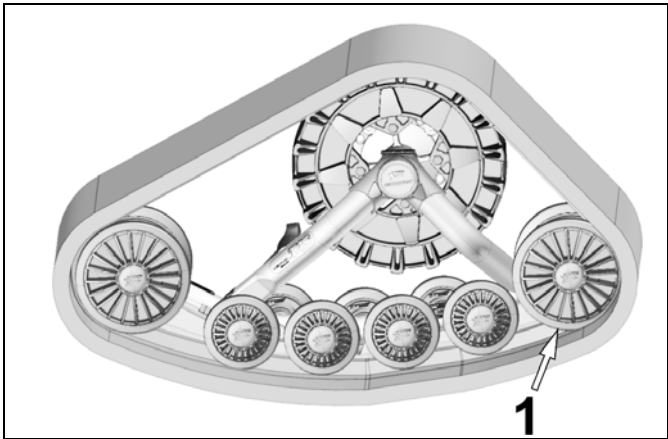

Abbildung 30
- Die 202-mm Laufräder wieder montieren. Siehe Abbildung 30.